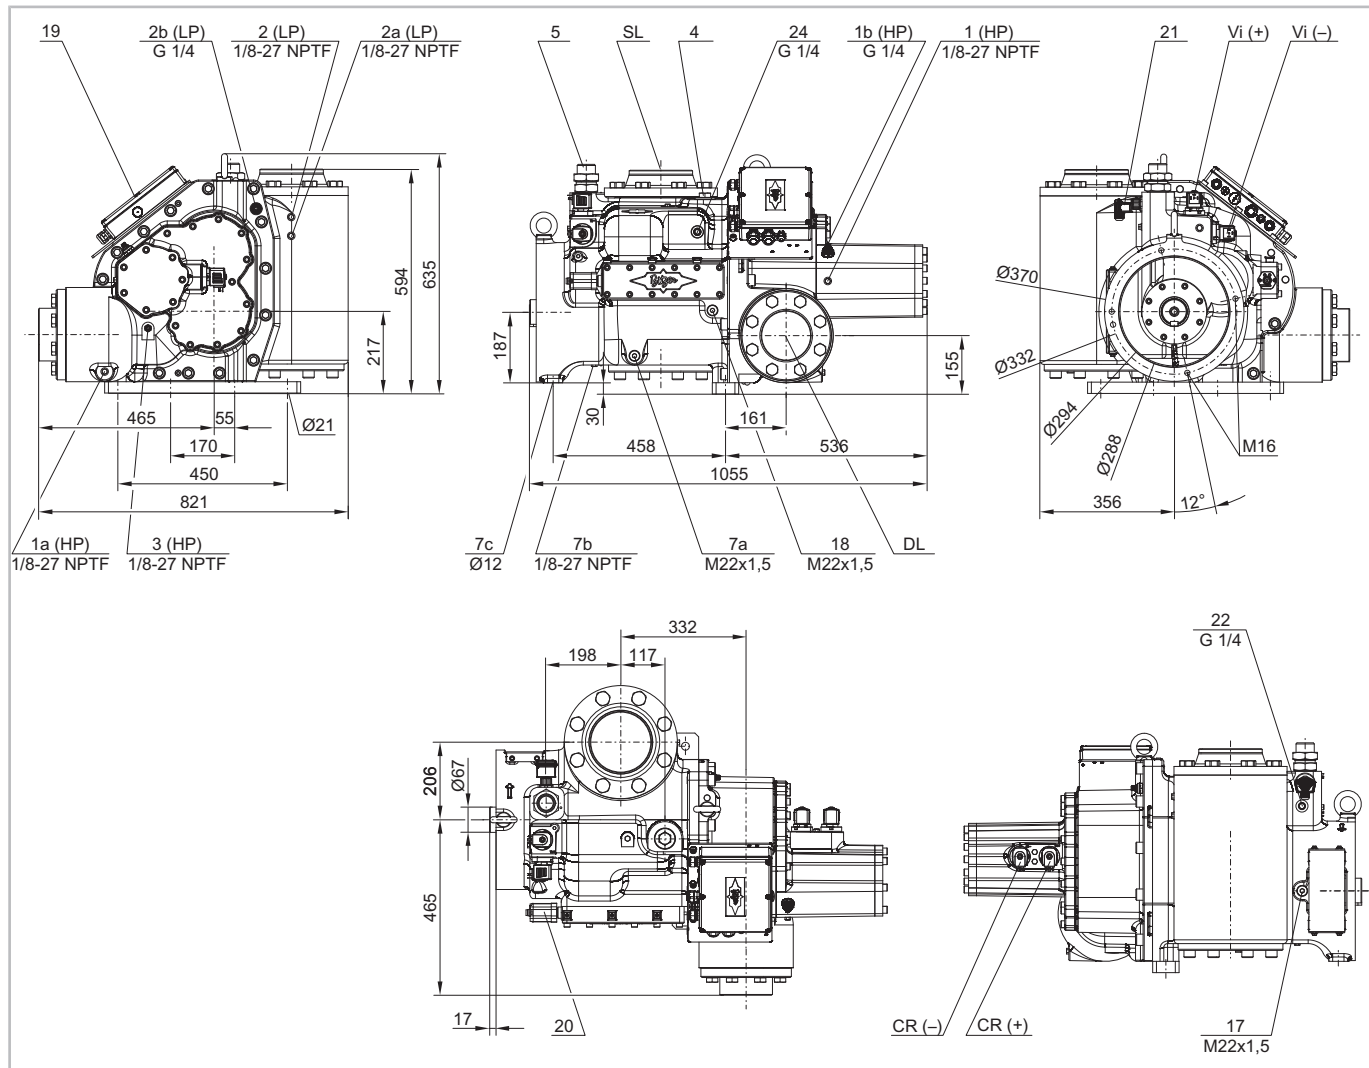

Fig. 2: Croquis coté OS.A9593 .. OS.A95103
- dévisser le bouchon (voir figure 2, page 44, Pos. 24),
Afin d'éviter un fonctionnement à sec de la garniture d'étanchéité lors du démarrage du compresseur, remplir d'env. 1 l d'huile le raccord pour injection d'huile (voir figure 2, page 44, pos. 5).